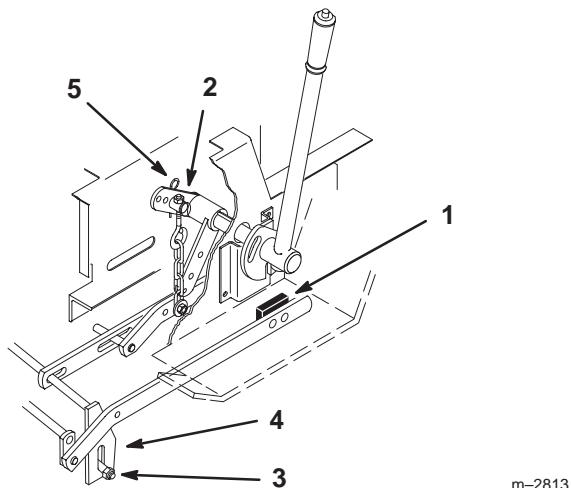

Bild 18
- Wenn die Stoßstangen nicht die Fußstützen berühren, stellen Sie die Hubkette ein. Drehen Sie die Mutter am Augbolzen im hinteren Loch des Traktorhubs (Bild 18). Drehen Sie die Mutter im Uhrzeigersinn, um das Mähwerk anzuheben, oder entgegen dem Uhrzeigersinn, um es abzusenken.